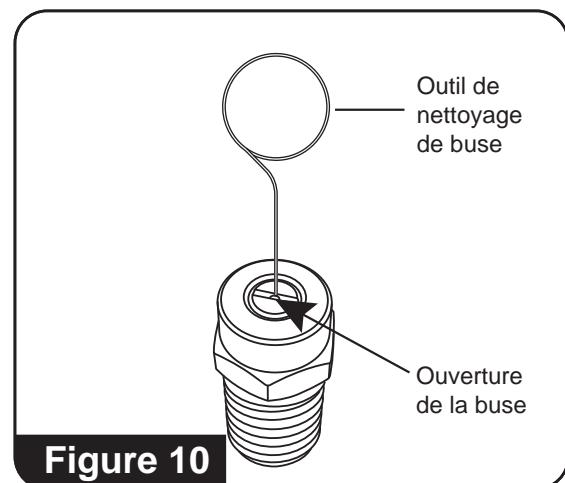

Figure 10
4. À l'aide de l'outil de nettoyage de buse, dégagéz tout corps étranger qui bouche ou qui obstrue les ouvertures de la buse (**consultez la figure 10**).